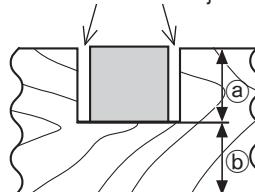

Fig. 44
Las ranuras podrán cortarse en la pieza de trabajo como se indica en la Fig. 44 regulando el perno de ajuste de profundidad de 6 mm.
- (2) Ajuste la profundidad de corte deseada regulando la distancia entre la hoja de sierra y la superficie de la mesa giratoria (consulte ⑥ de la Fig. 44).